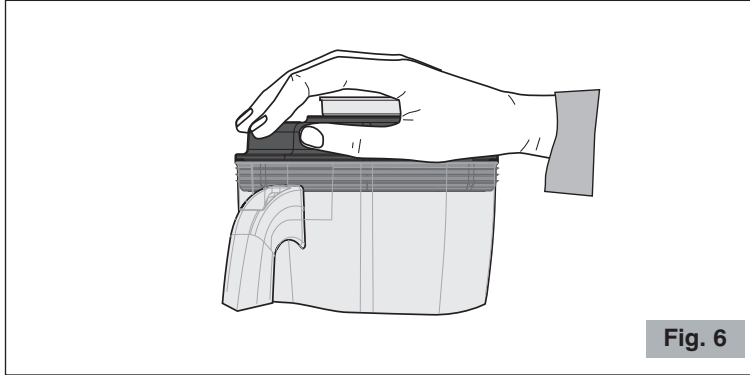

Fig. 6
- 5 Accionar el motor pulsando el botón  manteniendo una mano en la tapa (Fig. 6) (solo para el modelo B283).